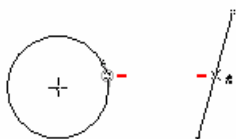

图 4.11.14 捕捉水平线
Step8. 当小圆圈  在直线上移至某一点处，该点与刚才确定的圆弧的起点大约在同一水平线上，此时可看到小圆圈  变成绿色的  符号（图 4.11.14），表明系统已捕捉到与起点在同一水平线的直线 B 上的某一点。